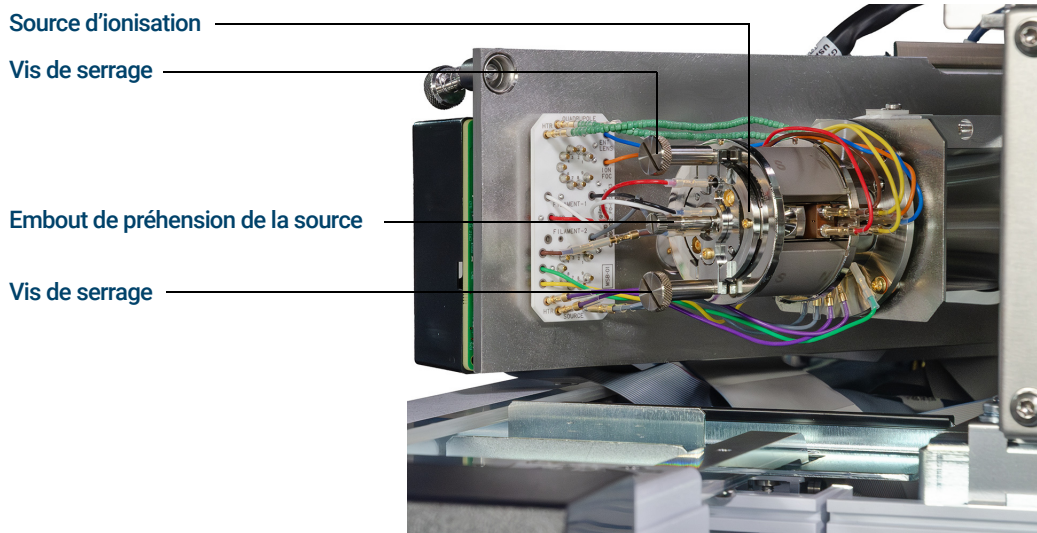

Figure 46. Source EI HES 2.0 avant dépose
- 3 Déposer les deux vis moletées qui maintiennent la source d'ions en place. (Voir Figure 46 page 182.)
Les contacts de la source possèdent des broches à ressort précontraint, donc il faut appliquer une certaine force pour sortir la source. (Voir **Figure 46.**)